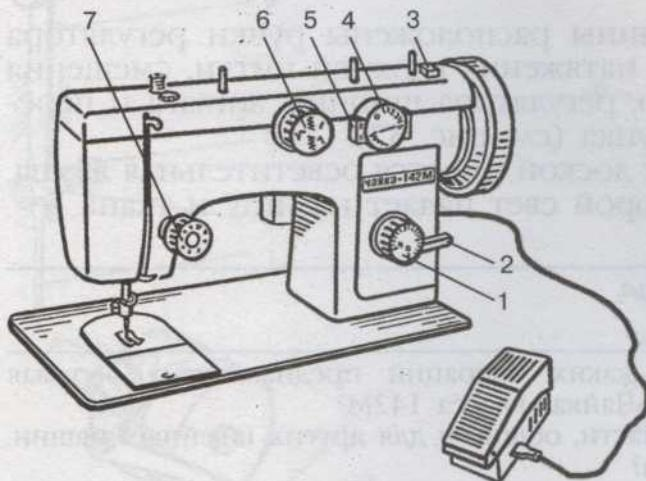

Рис. 37. Бытовая швейная машина «Чайка» класса 142М с электроприводом:
К бытовым швейным машинам с электроприводом относится машина «Чайка» класса 142М (рис. 37). Такие машины выпускает Подольский механический завод.
3. На рукаве машины расположены ручки регулятора строчки, регулятора натяжения верхней нитки, смещения иглы вправо и влево, регулятора ширины зигзага и переключателя вида рисунка (см. рис. 37).
1. Рассмотрите рисунок 37, прочтайте названия ручек, регулирующих работу машины. Найдите эти ручки на машине.